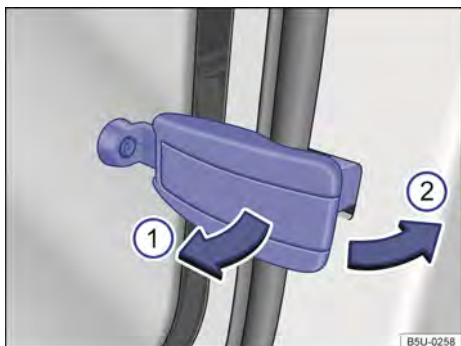

Fig. 57 Fechar o vidro basculante traseiro.
- Puxar a alavanca de travamento no sentido da seta → Fig. 57 ① para dentro.
- Pressionar a alavanca de travamento no sentido da seta → Fig. 57 ② para trás, até que ela se trave e o vidro esteja fechado.